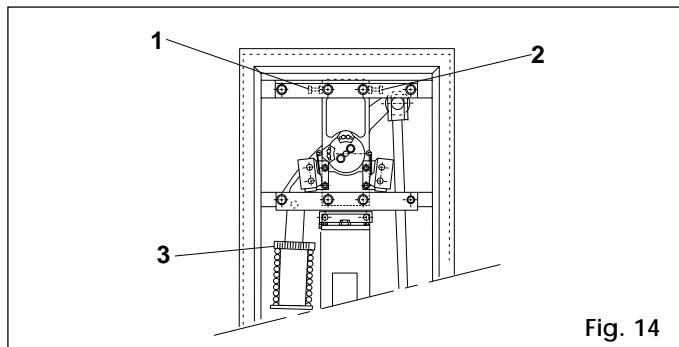

Fig. 14
- 5) Regolare gli arresti meccanici di finecorsa di apertura e chiusura come da fig. 14 (rif. 1 e 2). Verificare il bilanciamento della sbarra seguendo le indicazioni del capitolo 4.4.
- 2) Registrare la ghiera di precarico (rif. 3 Fig. 14). La sbarra è bilanciata quando rimane ferma nelle posizioni di 0° e 90°. Se la barriera tende a chiudersi ruotare la ghiera in senso orario, se tende ad aprire in senso antiorario.